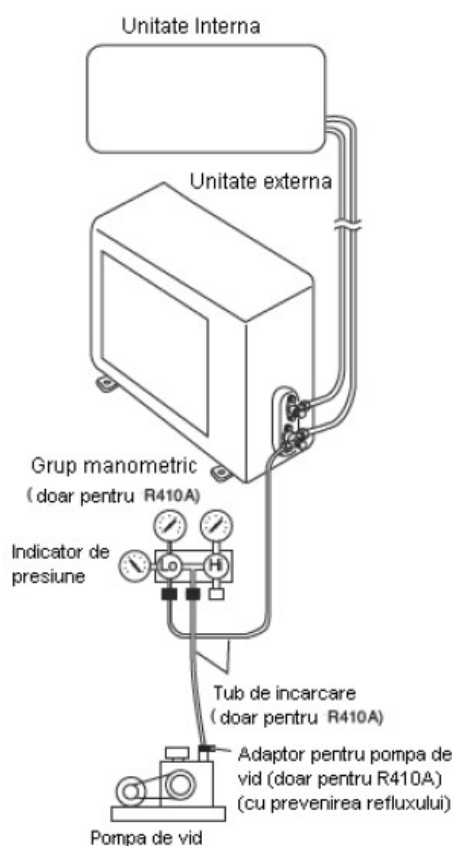

Fig.18. Vacuumare
- Se racordează pompa de vid și un grup manometric (cu indicator de presiune) la racordul de serviciu de pe robinetul tubului de gaz (tubul cu diametru mai mare), conf. Fig. 18.